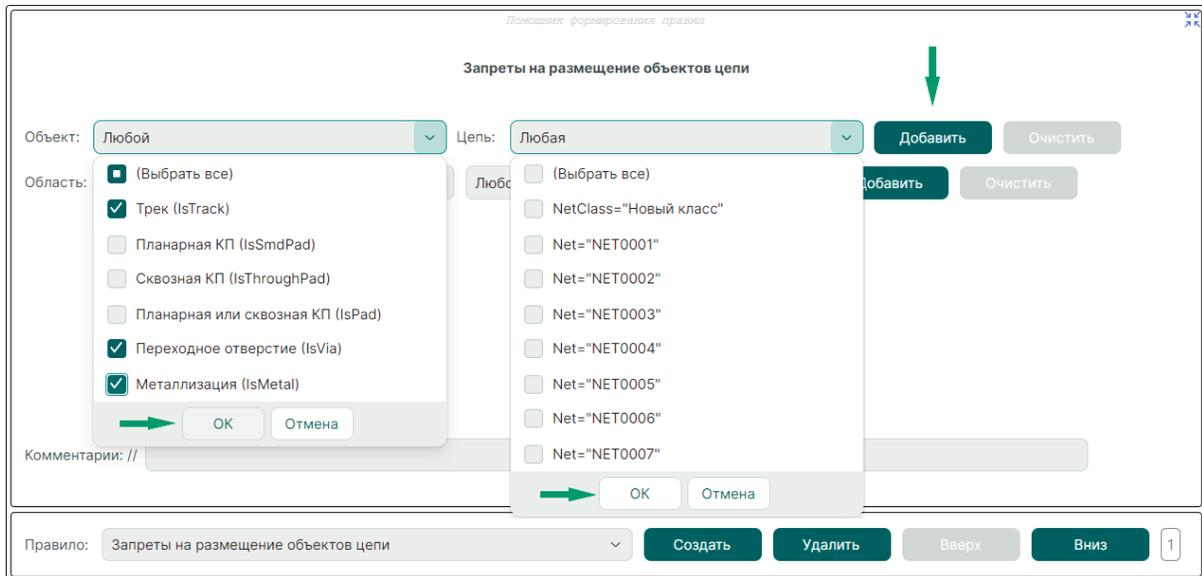

Рис. 175 Выбор объектов, запрещенных к размещению
4. Далее определите объекты, запрещенные для размещения в регионе. Объекты могут принадлежать или не принадлежать цепям и/или классам цепей, см. Рис. 175.